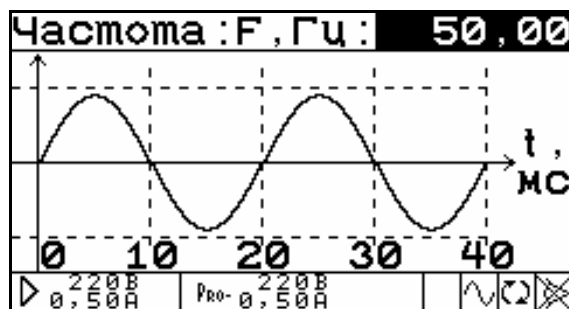

Рисунок 4.8. Окно задания частоты сигнала
-  — слежение за частотой питающей сети отключено (частота выходных сигналов равна заданной в окне «Частота» (рис. 4.8)).
В окне режима «Частота» (рис. 4.8) задается значение частоты основной (первой) гармоники генерируемой трехфазной системы напряжений и токов при отключенном режиме синхронизации с питающей сетью (). При включенном режиме синхронизации с питающей сетью () частота выходных сигналов определяется частотой питающей сети и значение частоты, введенное в данном окне, не принимается к исполнению.